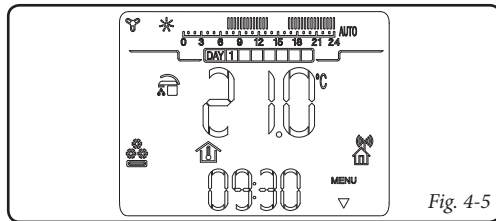

Fig. 4-5
- Modalità raffrescamento** (☁). In modalità raffrescamento la caldaia è abilitata per la produzione di acqua calda sanitaria e al controllo di una motocondensante esterna (solo per modelli predisposti) per il raffrescamento di ambienti. In modalità “raffrescamento” il CAR v2 può funzionare in modo automatico o manuale per la descrizione del funzionamento vedi capitolo 7. Sul display viene visualizzato il giorno e l'ora corrente, la temperatura ambiente e la barra oraria con la programmazione giornaliera del timer raffrescamento unitamente ai relativi simboli (fig. 4-5).